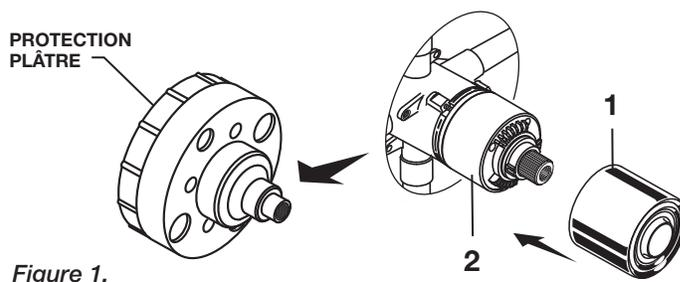

Figure 1.
- **Figure 1.** Enlever les protections de plâtre de la vanne. Pousser le CAPUCHON (1) sur la CARTOUCHE DE VANNE (2) jusqu'à ce qu'il repose fermement contre la butée.